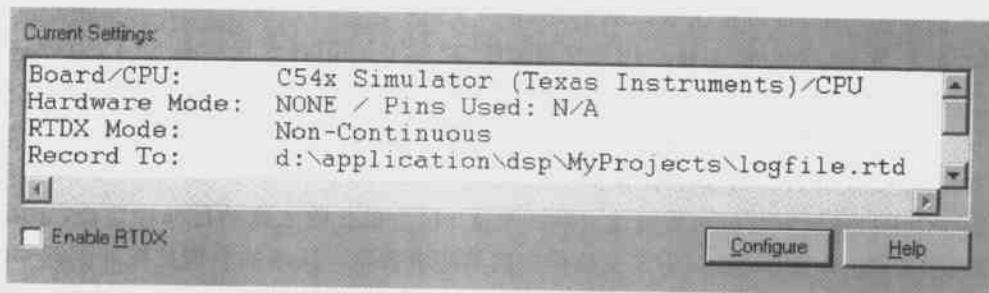
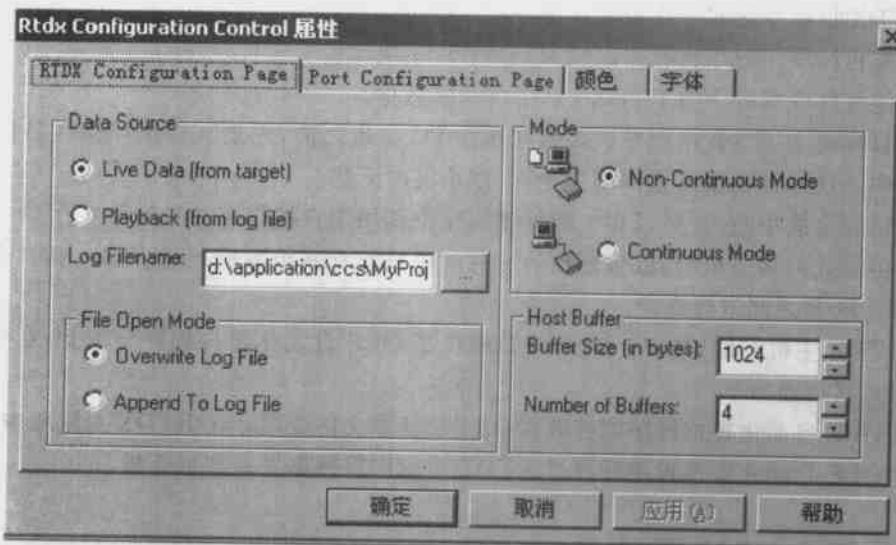
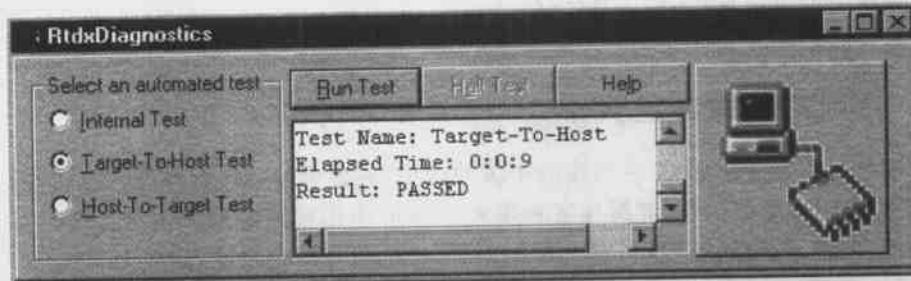

图 8.2 当前 RTDX 配置窗口
图 8.3 RTDX 配置属性设置窗口
图 8.5 诊断控制窗口
可以通过以下步骤在 CCS 中打开 RTDX 主配置控制窗口:在 CCS 中选择菜单命令 Tools → RTDX → Configuration Control,弹出如图 8.2 所示的当前 RTDX 配置窗口,可以观察当前 RTDX 的配置。
需要使能/禁止 CCS 从 DSP 目标系统处理或传输数据,只须在如图 8.2 所示的 Enable RTDX 栏前面打上或者去掉“√”即可。
(1) 禁止 RTDX 功能。
(2) 在如图 8.2 所示的配置窗口中单击 Configure 按钮, 弹出如图 8.3 所示的 RTDX 配置属性设置窗口。
在 CCS 中,选择菜单命令 Tools→RTDX→Diagnostics Control,将弹出如图 8.5 所示的诊断控制窗口。
- (1) 在 CCS 中选择菜单命令 Tools → RTDX → Configuration Control。
- (2) 在出现的如图 8.2 所示的当前 RTDX 配置窗口中,使能 RTDX 功能。
- (3) 在 CCS 中选择菜单命令 Tools → RTDX → Diagnostics Control。
- (4) 在出现的如图 8.5 所示的诊断控制窗口中,选择下面的三种测试之一进行测试:
- (5) 单击 Run Test 按钮,当测试结束时,测试结果将会出现在状态窗口中。
- (1) 在 CCS 中,执行菜单命令 Tools → RTDX,将弹出如图 8.2 所示的当前 RTDX 配置窗口。
- (2) 在 RTDX 状态栏的下拉列表中,选择 RTDX Disable 项。单击 Configure 按钮,将弹出如图 8.3 所示的 RTDX 配置属性设置窗口。单击 General Settings 栏,增大或减小 Main Buffer 值,单击 OK 按钮确认即可。